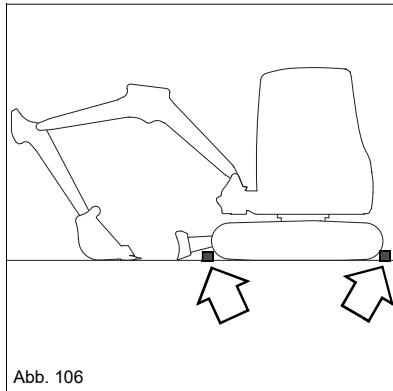

Abb. 106
9. Laufwerksketten mit entsprechenden Absicherungen (z.B. Unterlegkeile, Klötze) wie in Abb. 106 versehen.